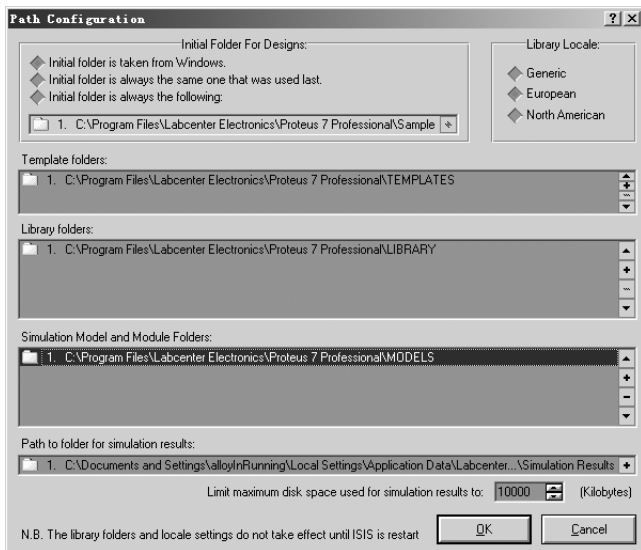

图 4.37 设置相关路径
- **Set Paths:** 设置相关的库文件和仿真文件的默认路径, 点击后会弹出如图 4.37 所示的对话框, 主要用于设置模板路径 (Template folders)、库文件路径 (Library folders)、仿真元件库文件 (Simulation Model and Module Folders) 等。